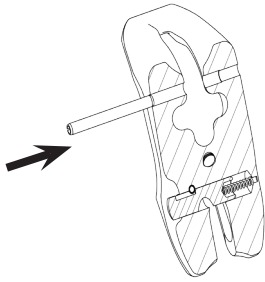

Abb. 31
2. Schlagen Sie bei einer erneuten Verwendung einen neuen passenden original-RUD-Sicherungsstift ein (Richtung analog Abb. 31).